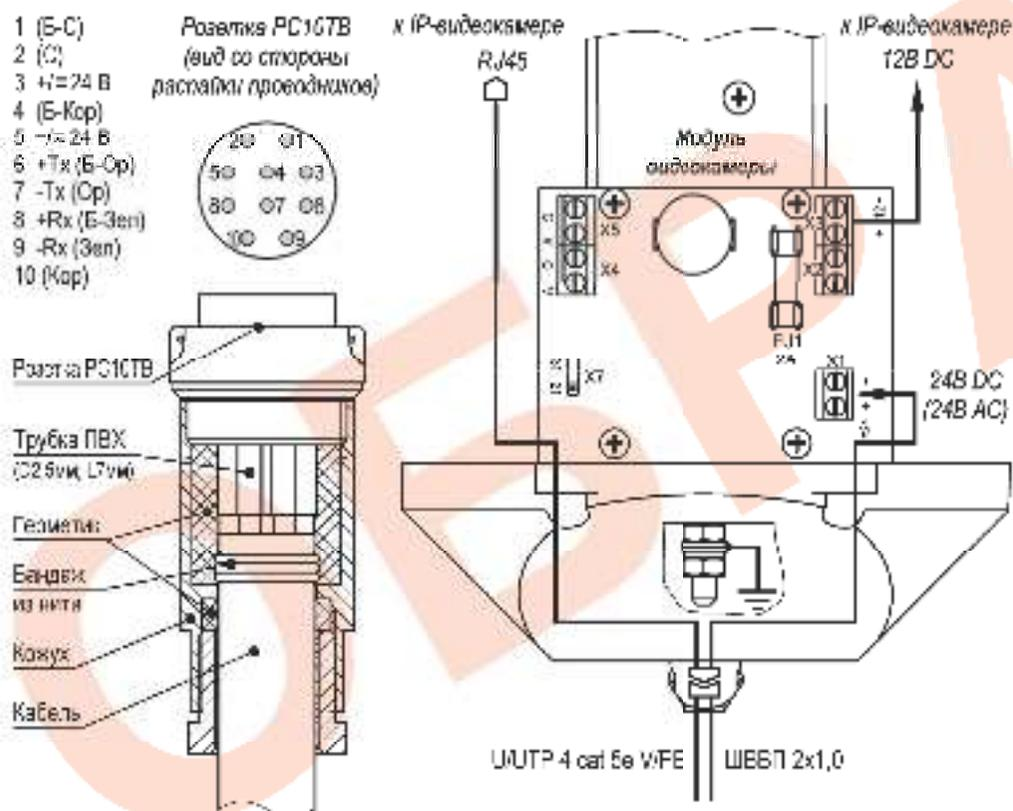

Рис.2 Распайка разъема PC10TV и схема подключения IP-видеокамеры
1. Распаять обратную часть разъема PC10TV согласно требованиям к электромонтажу в соответствии с рис.2. После распайки разъем заполнить герметиком кремнийорганическим.
5. При необходимости изменить мощность обогрева, выкрутить 4 винта крепления задней крышки гермобокса, вывинуть модуль видеосъемки из кожуха и установить джампер X7 в нужное положение (рис.2). Установить модуль видеосъемки обратно в кожух. Закрутить 4 винта крепления задней крышки с усилием 5±0,5Нм.
Предприятием изготовителем диаметр Х7 установлен в положение «31» - мощность обогрева 31 Вт, для изменения мощности на 21 Вт диаметр Х7 необходимо переключить в положение «21» (см. рис.2).